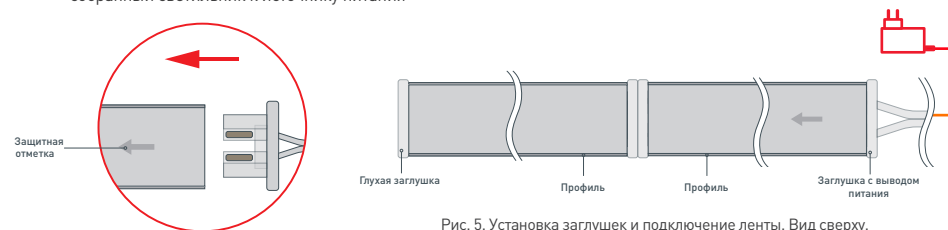

Рис. 5. Установка заглушек и подключение ленты. Вид сверху.
- Установите на конструкцию из профилей глухую заглушку с одной стороны и заглушку с выводом питания 5.5 DC в направлении специальной защитной отметки – с другой, как показано на рис. 5, соблюдая полярность. Подключите собранный светильник к источнику питания